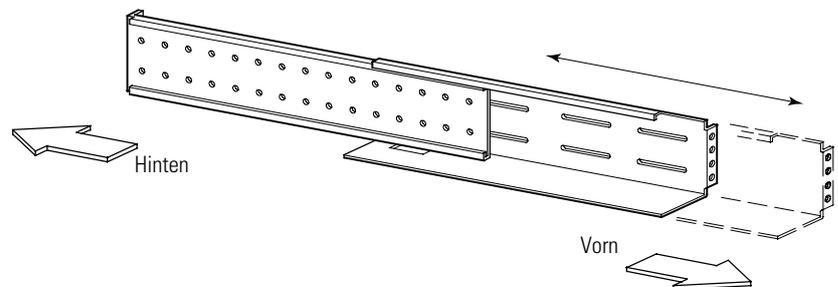
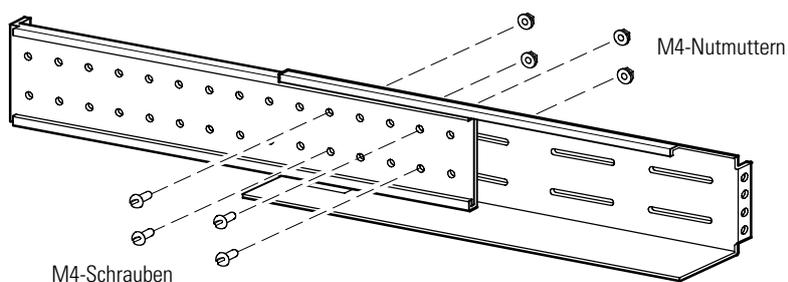

Abbildung 16. Anpassen der Schientiefe (rechte Schiene abgebildet)
Abbildung 18. Anziehen der Schienenanpassung (rechte Schiene abgebildet)
2. Wenn der Zugriff auf die Seiten Ihres Racks schwierig ist, vor dem Fortfahren mit Schritt 3 die Schienenlänge einstellen (siehe Abbildung 16) und die Befestigungselemente locker anbringen (siehe Abbildung 18).
4. Die Schienengröße der Schiene auf die Tiefe des Gestells anpassen (siehe Abbildung 16).
7. Zum Befestigen der Schienenanpassung vier M4-Metallschrauben und vier M4-Nutmuttern in der Mitte der Schiene anbringen. Mit einem 7 mm (9/32") Steckschlüssel anziehen. Siehe Abbildung 18.